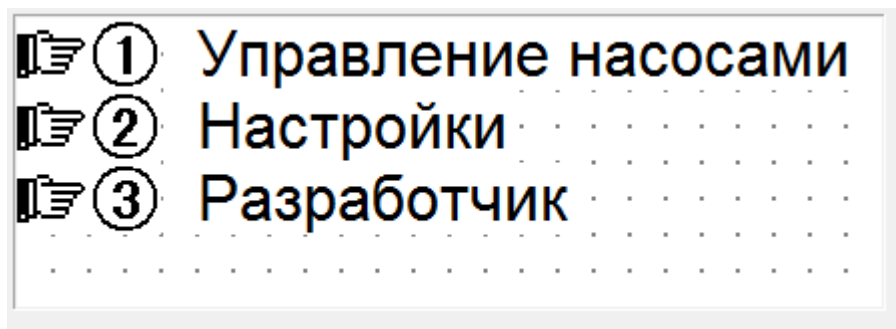

рис.1
3.1. Верхнее окно управления. В этом окне нажимая на кнопку 1, 2, 3 можно выбрать режим управления насосами, режим настроек или получить дополнительную информацию. См. рис.1